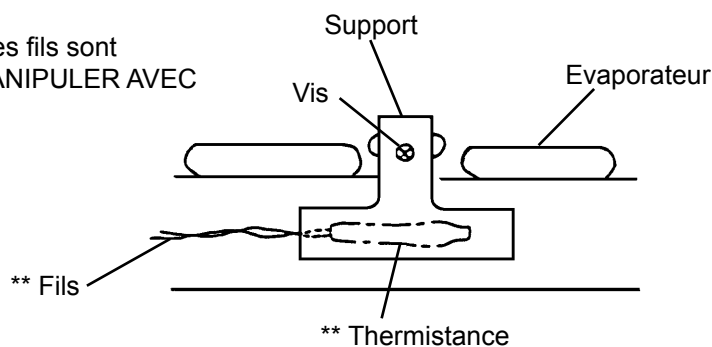

Fig. 17
- 5) Installer la nouvelle thermistance en procédant dans l'ordre inverse des opérations de dépose, en utilisant une pâte thermique (type à haute conductibilité thermique). Voir Fig. 17.